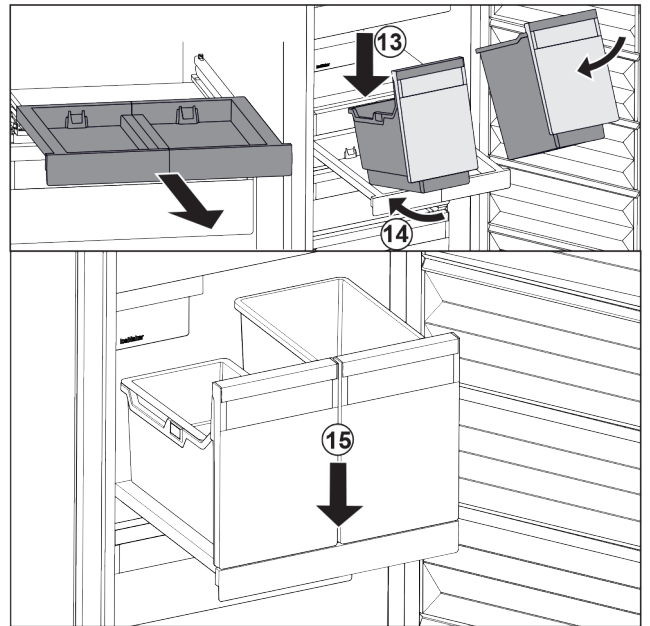

Fig. 39
- ▶ Встановити резервуар на витяжну панель навкоси. Fig. 39 (13)
- ▶ Насунути резервуар навкоси до заду. Fig. 39 (14)
- ▶ Резервуар опустити спереду. Fig. 39 (15)